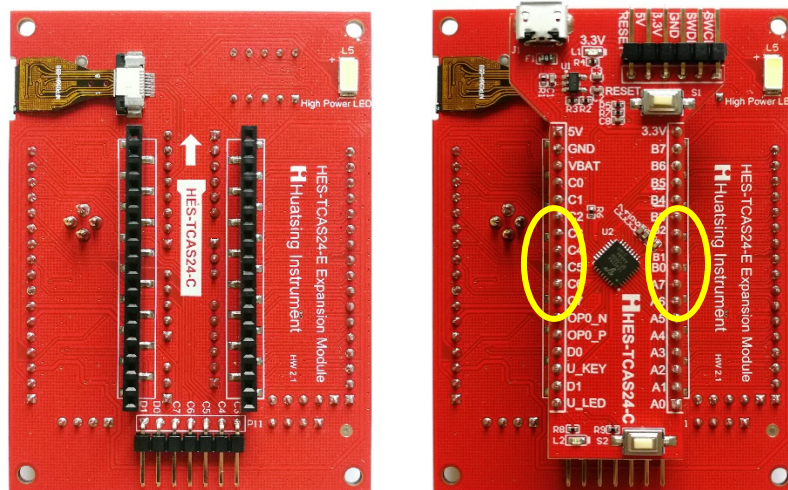

图 1.4.2 C 板与 E 板连接
如图 1.4.2 将 C 板扣在 E 板背面母座上，即构成完整系统，需注意以下两点：
- 将 C 板从 E 板移除时，只能用拇指与食指捏住图 1.4.2 右图黄圈位置轻轻提起，不能捏住 C 板顶端与底端将 C 板拔起，否则有可能导致 C 板针脚弯曲变形；